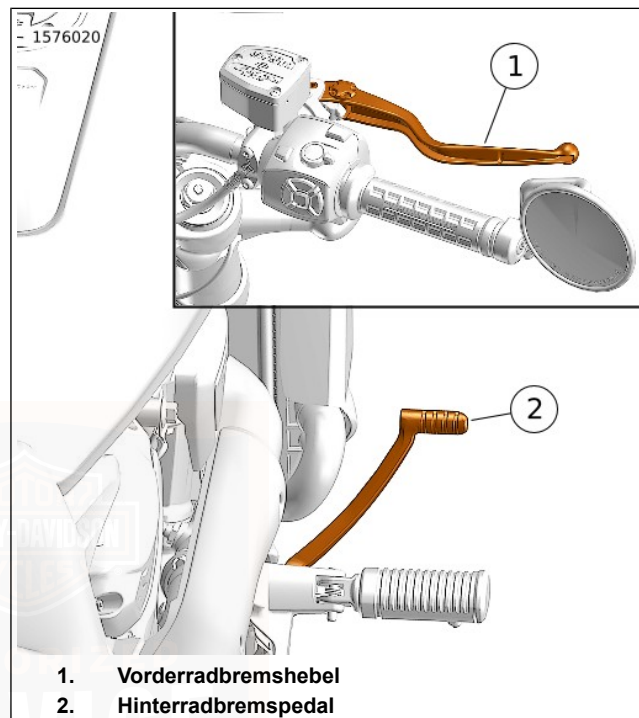

Abbildung 51. Bedienungselemente für Bremsen
Siehe Abbildung 51. Mit dem Vorderradbremshebel (1) wird die Vorderradbremse betätigt. Der Hebel befindet sich am rechten Lenker. Den Handhebel mit den Fingern der rechten Hand betätigen.
Siehe Abbildung 51. Mit dem Hinterradbremspedal (2) wird die Hinterradbremse betätigt. Das Pedal befindet sich auf der rechten Seite. Das Hinterradbremspedal mit dem rechten Fuß betätigen.